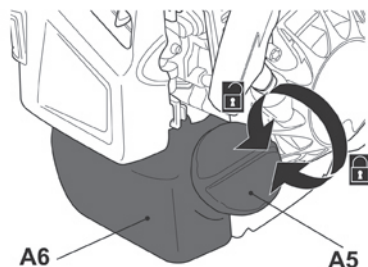

Fig. 30
- > Desenrosque y quite el tapón del depósito de combustible (A5) (Fig. 30).